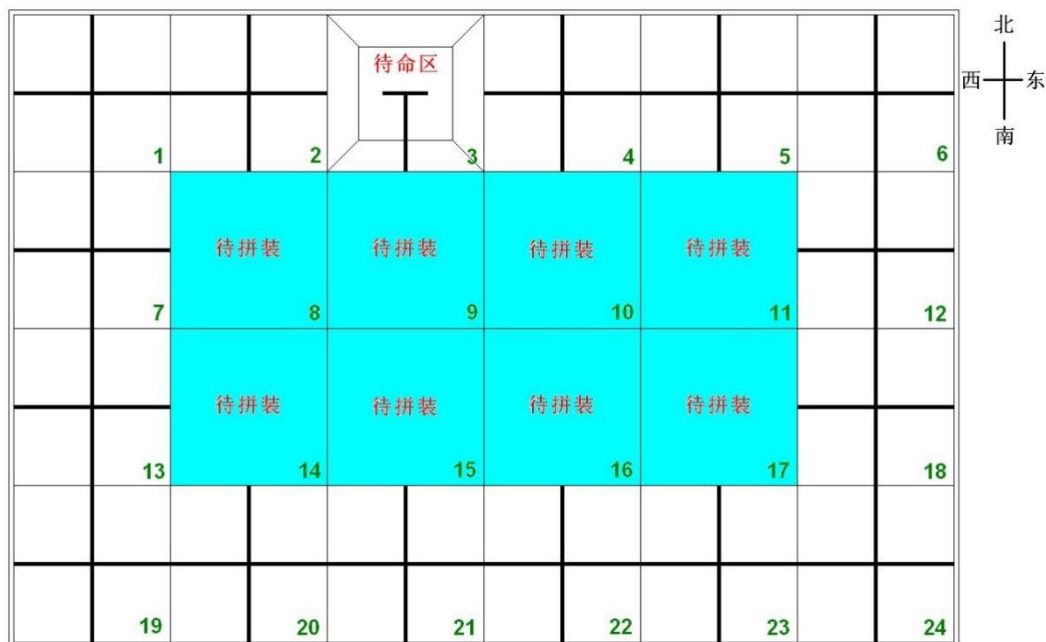

图 1 比赛场地示意图
1. 机器人比赛场地由拼装块拼接而成，场地总长 3000mm，总宽 2000mm，四周不设围栏（如图 1 所示）；基础拼装块为长 500mm、宽 500mm 的固定图案，场地道具尺寸保持不变，淡蓝色的 8 块拼装块可替换，具体图形赛前公布。场地和拼装块可采用木质或喷绘布材质，拼装块表面需平整无反光，确保机器人传感器识别稳定。